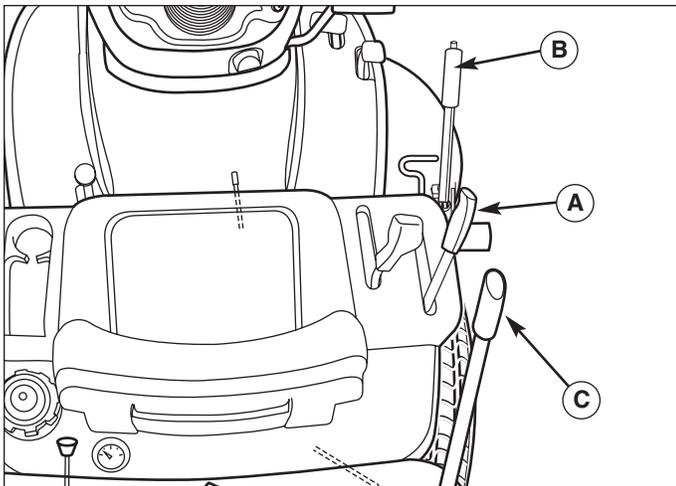

Figure 9. Relever et abaisser la tondeuse
2. Mettre la tondeuse sur la position de coupe la plus basse, à l'aide du levier de réglage de hauteur de coupe (C, Figure 9).
3. Placer le levier de levage de la tondeuse (A, Figure 9) en position abaissée.
2. Placer le régulateur de hauteur de la tondeuse (B, Figure 9) sur la position la plus basse. Placer le levier de levage de la tondeuse (A) à sa position la plus basse. Glisser la plate-forme de tondeuse sous le côté droit du tracteur de telle sorte que le dispositif d'attelage de la tondeuse soit aligné avec le dispositif d'attelage avant du tracteur.